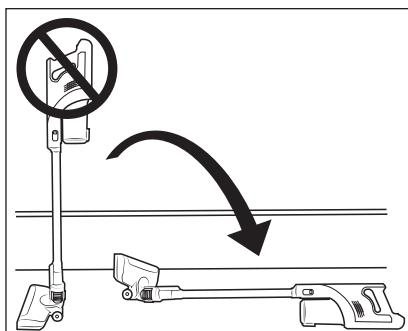

Abb. 9
- Versuchen Sie nicht den Staubsauger aufrecht hinzustellen, wenn Sie ihn zwischenzeitlich abstellen oder aus der Hand legen wollen. Setzen Sie den Staubsauger dafür in die Wandhalterung 17 oder legen Sie ihn auf den Boden (siehe Abb. 9 und 10). Der Staubsauger kann ansonsten aufgrund seines hohen Schwerpunkts umkippen und beschädigt werden und unter Umständen beim Umkippen weitere Gegenstände beschädigen.